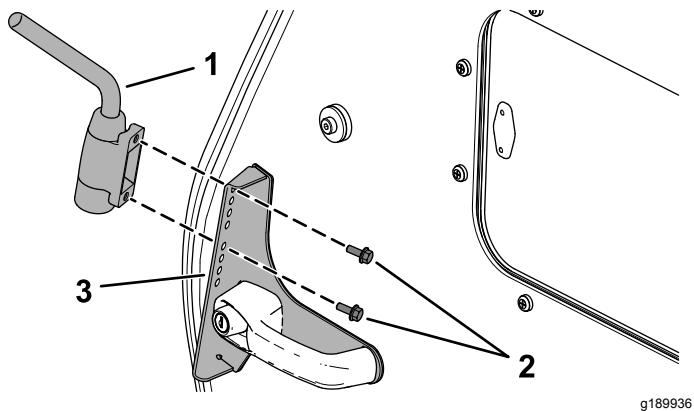

Figure 5
7. Fixez le bras de rétroviseur dans les trous supérieurs du support de rétroviseur au moyen de 2 vis à embase (6 x 16 mm), comme montré à la Figure 5.